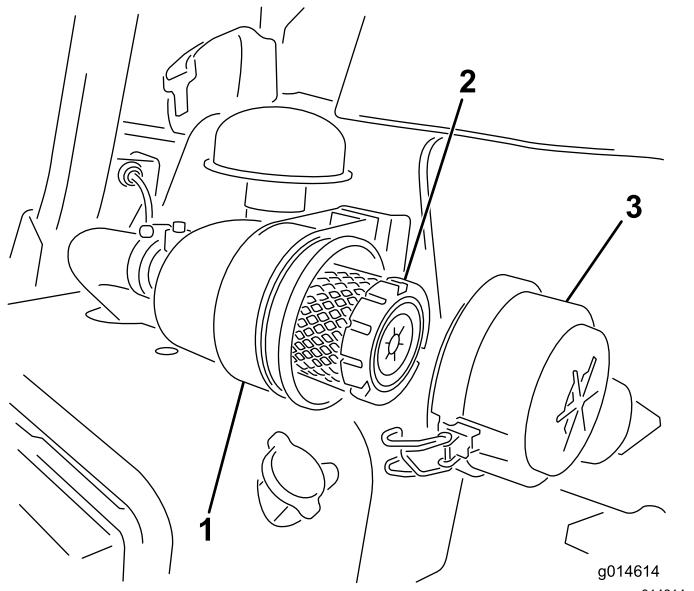

Рисунок 31
- Отпустите защелки, фиксирующие крышку воздухоочистителя на его корпусе (Рисунок 31).
7. Зафиксируйте защелки (Рисунок 31).